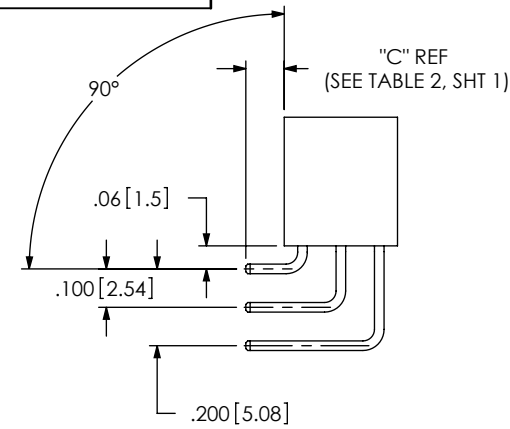

FIG 2
-RA: RIGHT ANGLE (SEE FIG 2, SHT 2,
OTHERWISE SAME AS FIG 1, FIG 2)
OTHERWISE SAME AS FIG 2)